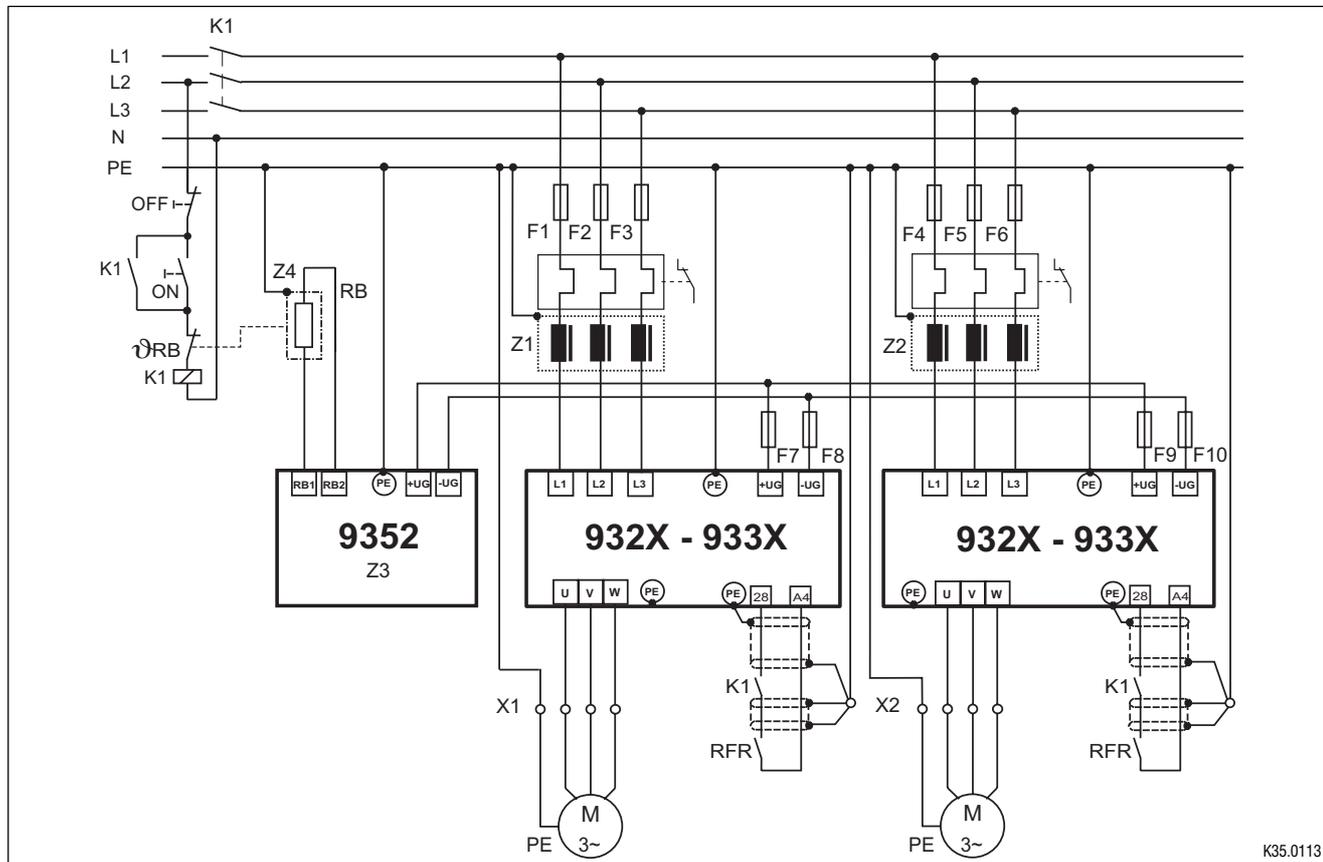

Fig. 4-9 Alimentación descentralizada para la interconexión de varios accionamientos
- Fig. 4-9, "Alimentación descentralizada en la interconexión de varios accionamientos". (□ 4-18)